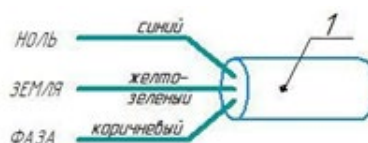

Рисунок 2 - Схема подключения к электросети
5. Подвести сетевые провода к колодке, подключить провода от светильника к клеммной колодке. Для подключения светильника к электрической сети необходимо подключить сетевой электропитающий кабель к электрическому кабелю светильника 1 (см. рисунок 2), соблюдая требования по цветовому подключению проводов: земля – желто-зеленый провод; фаза – коричневый (или иного цвета); ноль – синий.